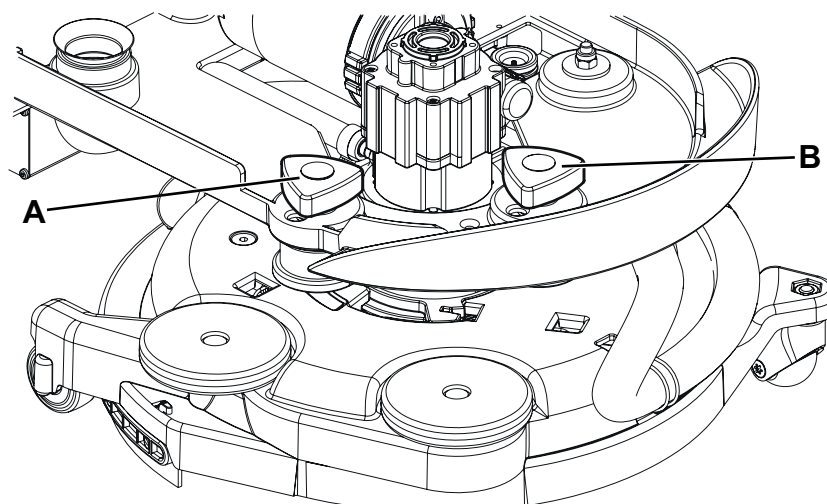

Figure 6
2. Régler la vitesse d'avance de la machine au moyen du bouton (A, Fig. 6) :
3. Si l'on relève que la machine a tendance à dévier de la direction d'avance rectilinéaire, il est possible d'agir sur le bouton (B) en le tournant dans le sens des aiguilles d'une montre ou dans le sens contraire pour corriger la déviation et obtenir un mouvement essentiellement neutre.